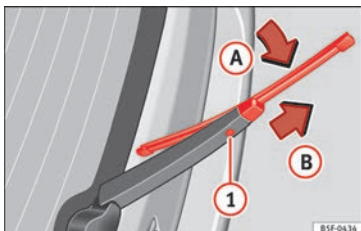

Abb. 78 Scheibenwischerblatt der Heckscheibe auswechseln.
- Scheibenwischerblatt oben in Richtung Scheibenwischerarm » » **Abb. 78** (Pfeil **A**) klappen.
- Die Entriegelungstaste » » **Abb. 78** **1** gedrückt halten und gleichzeitig das Scheibenwischerblatt in Pfeilrichtung **B** abziehen. Dazu kann ein erhöhter Kraftaufwand notwendig sein.
- Neues Scheibenwischerblatt **gleicher Länge und Ausführung** auf den Scheibenwischerarm entgegen der Pfeilrichtung » » **Abb. 78** **B** schieben, bis es einrastet. Dabei muss sich das Scheibenwischerblatt in abgeklappter Position (Pfeil **A**) befinden.